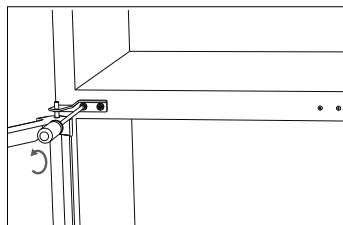
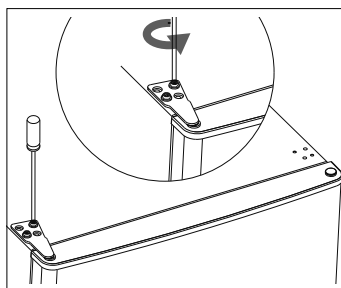

Fig. 13
Fig. 14
- ▶ Placez une rondelle sur le tenon de charnière supérieur et deux rondelles sur le tenon de charnière inférieur. Placez le tenon de la charnière médiane dans le manchon supérieur de la porte du réfrigérateur (5) et fixez la charnière avec les vis de maintien et toutes les rondelles (voir **Fig. 13**).
- ▶ Ne serrez pas les vis à fond pour pouvoir régler l'alignement de la porte du réfrigérateur (5). Ne serrez les vis que lorsque la porte du réfrigérateur (5) peut être fermée correctement.
- ▶ Placez la porte du congélateur (2) sur la charnière médiane (12).
- ▶ Puis, remplacez la charnière supérieure (1) en gardant la porte du congélateur (2) fermée et vissez-la fermement (voir **Fig. 14**). Si nécessaire, utilisez une clé pour serrer la vis.